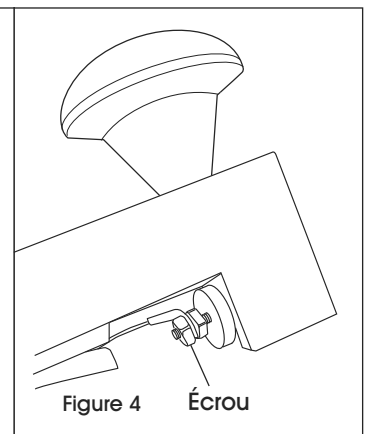

Figure 4 Écrou
3. Retirez le premier écrou sur le boulon qui traverse l'isolant pour dégager l'extrémité supérieure du fil de scellage. (Voir Figure 4)